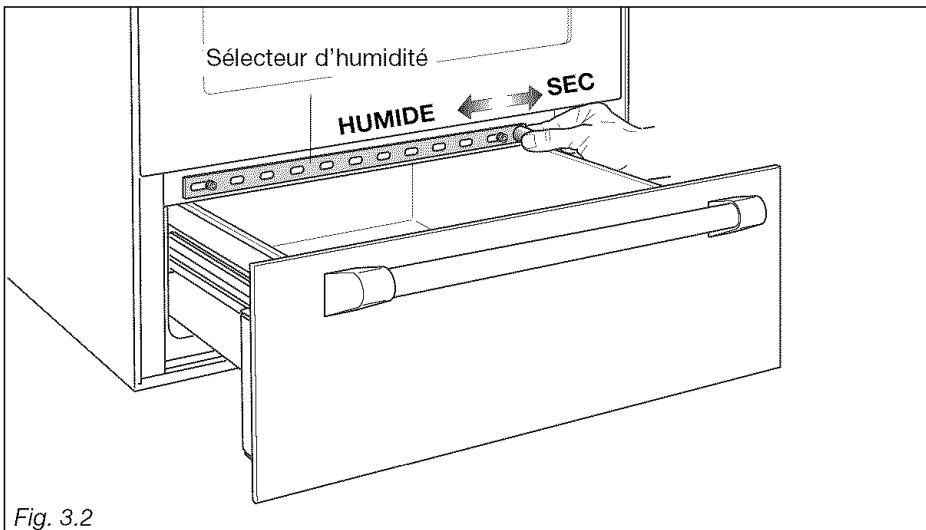

Fig. 3.2
- Enfoncez et tournez le bouton de commande à un réglage de température : (LO), (HI) ou entre les positions (LO et HI).
- Glissez le sélecteur d'humidité en position Humide ou Sec. Vous pouvez aussi choisir une position intermédiaire (fig. 3.2) (consultez la section « SÉLECTEUR D'HUMIDITÉ »).
SÉLECTEUR D'HUMIDITÉ (fig. 3.2)